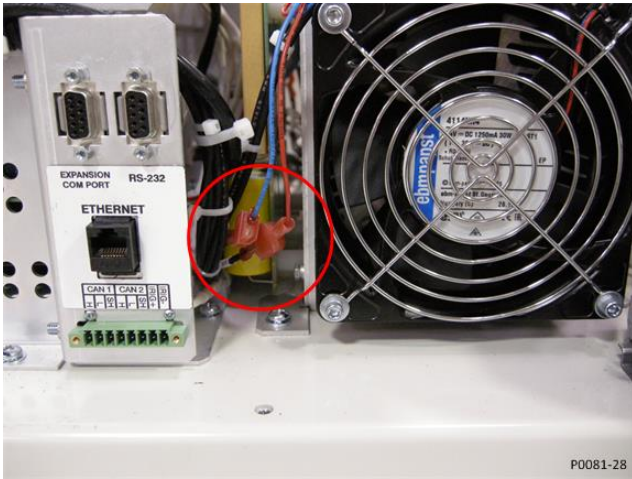

图 3. 风扇接线头位置
- 找到已坏冷却风扇并拔掉 DECS-250E 风扇的红色和蓝色接线。见图 3。